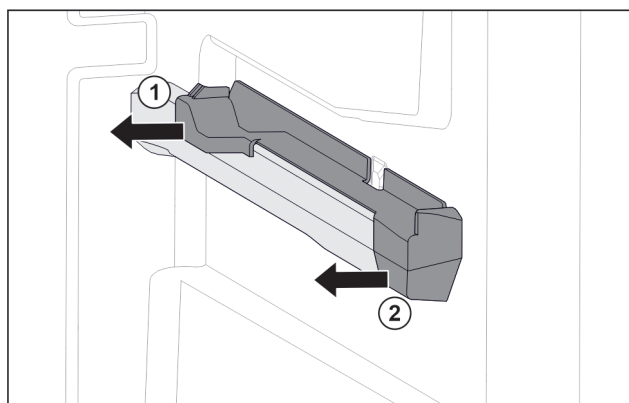

Fig. 152 Nasazovací díl na pravém žebrování na nádoby
- Stáhněte nasazovací díl vzadu na stranu. Fig. 152 (1)
- Stáhněte nasazovací díl vpředu na stranu. Fig. 152 (2)